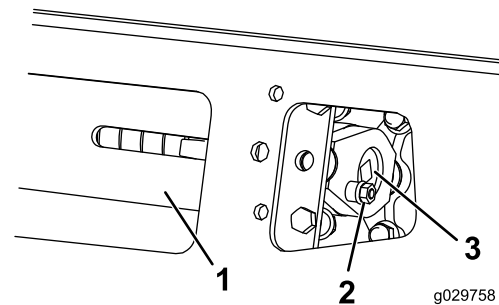
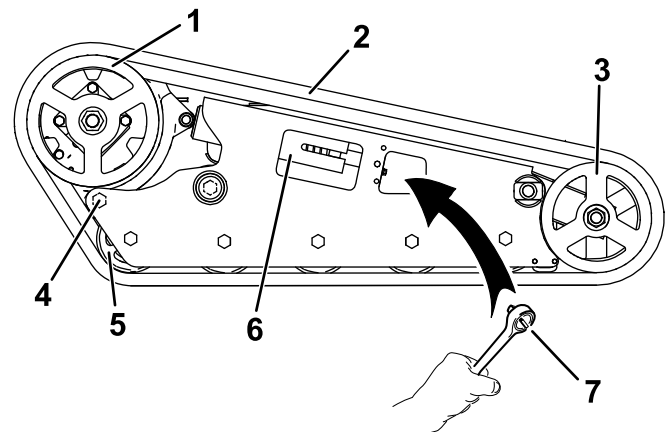

Figure 59
Figure 65
3. Enlevez le boulon de blocage, l'entretoise et l'écrou (Figure 59).
5. Alignez l'encoche la plus proche dans la vis de tension et le trou du boulon de blocage, et fixez la vis avec le boulon et l'écrou de blocage (Figure 59).
4. Enlevez le boulon et l'écrou de blocage (Figure 59).
5. À l'aide d'une clé à cliquet de 1/2 pouce, tournez la vis de tension dans le sens horaire pour détendre la transmission (Figure 59 et Figure 65).
6. Desserrez le boulon arrière près de la roue d'entraînement (Figure 65).